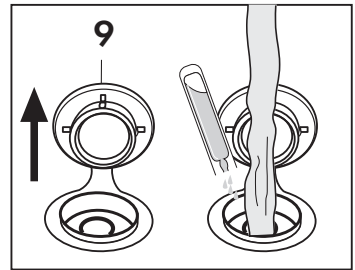

Fig. 23
- Verser un flacon de 10 ml dans la chaudière) avec 0,5 l d'eau après avoir retiré le bouchon (9) (Fig. 23) et utiliser l'appareil normalement.